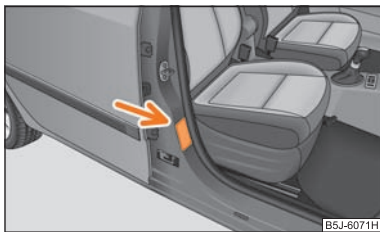

Abb. 123 Aufkleber an der mittleren Karoseriesäule auf der Beifahrerseite
- Auf diese Tatsache weist auch der Aufkleber hin, der sich an der mittleren Karoseriesäule auf der Beifahrerseite befindet ⇒ Abb. 123. Der Aufkleber ist nach dem Öffnen der Beifahrertür sichtbar. Für einige Länder ist der Aufkleber auch an der Sonnenblende des Beifahrers angebracht.